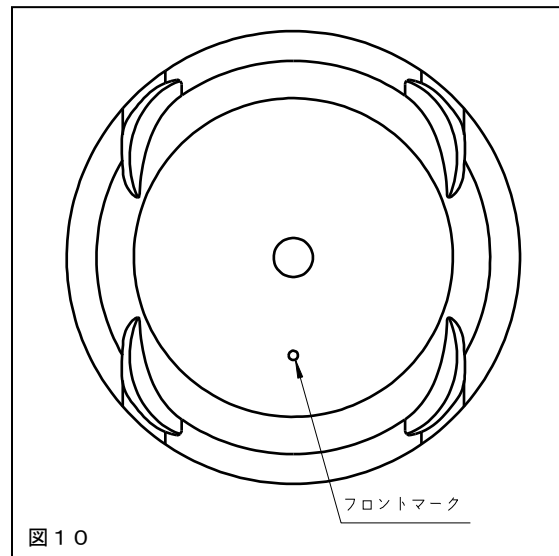

図10
7. 1 このピストンの向きマークはフロントマーク（窪み）です。組付けるときは、このマークがエンジンのフロント側になるように確認しながら行ってください。（図10）